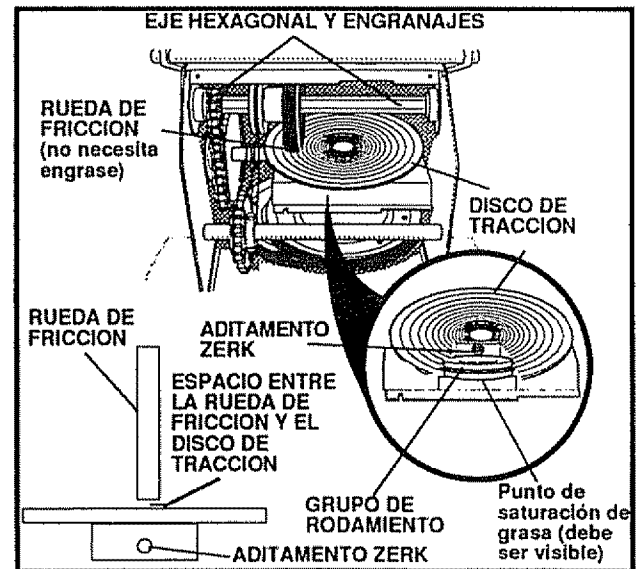

FIG. 18
- Haga girar el disco manualmente en el sentido de las agujas del reloj hasta que el aditamento zerk sea visible al frente y al centro. (vea Fig. 18)
- Para efectuar el engrase, utilice grasa Moly para alta temperatura y presión (Hi Temp EP Moly)(vea la llamada interna en la Fig. 18). NO permita que la grasa desborde o entre en contacto con el disco o la rueda de fricción, ya que podrían dañarse. Ponga grasa en cantidad suficiente y sólo hasta que sea visible al nivel del rodamiento debajo del aditamento zerk. (vea la llamada interna en la Fig. 18)
- Eje hexagonal y engranajes - No requieren lubricación alguna. Todas las partes móviles están lubricadas de por vida y no necesitan mantenimiento (vea la Fig. 18, page 18).
NOTA: Cuando vaya a guardar la unidad, pase una toalla impregnada en aceite de motor 5W30 por el eje hexagonal y los engranajes para evitar su oxidación (vea la Fig. 18, page 18).